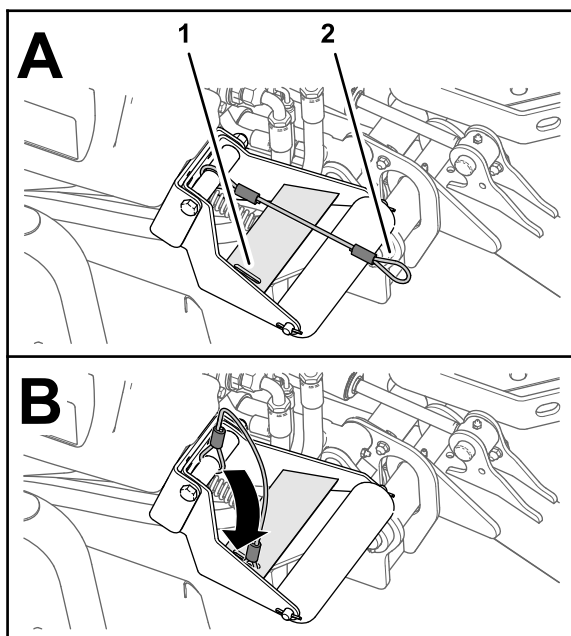

Figura 41
4. Cu unitățile de tăiere coborâte, glisați buclii curelei în fanta din placa de ranforsare a suportului rolei (Figura 41).